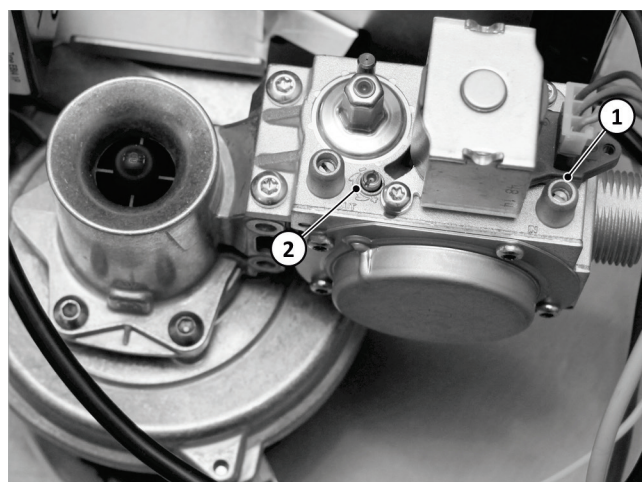

Fig. 115 : Réglage du brûleur
- Utilisez les raccords de mesure pour contrôler le débit du gaz lors du fonctionnement du brûleur → Fig. 115 (1).